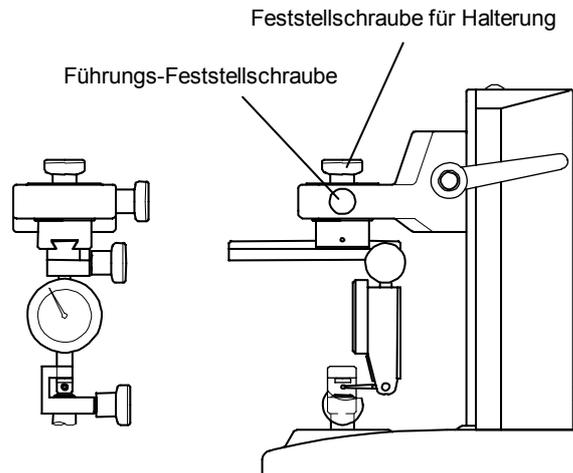

Abb. 4-6-4 Fühlhebelmessgerät montieren
- 5) Wie in Abb. 4-6-4 zu sehen, muss die TI –Halterung so auf positioniert werden, dass der Messeinsatz des Fühlhebels möglichst mittig auf der Spindelfläche aufliegt. Ziehen Sie nun erst die Führungs-Feststellschraube und anschließend die Feststellschraube für die Halterung an, um die Führung zu fixieren.